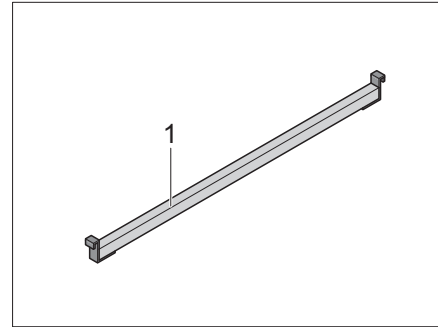
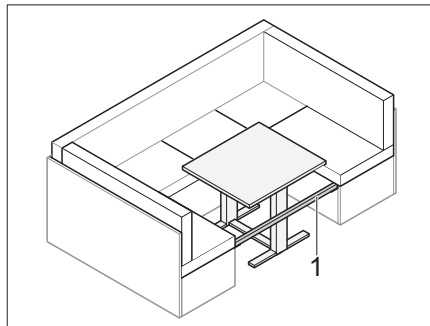

Bild 62 Zusatzleiste
Bild 63 Eingelegte Leiste
- Zusatzleiste (Bild 62,1) zwischen den Sitzbänken einsetzen (Bild 63).